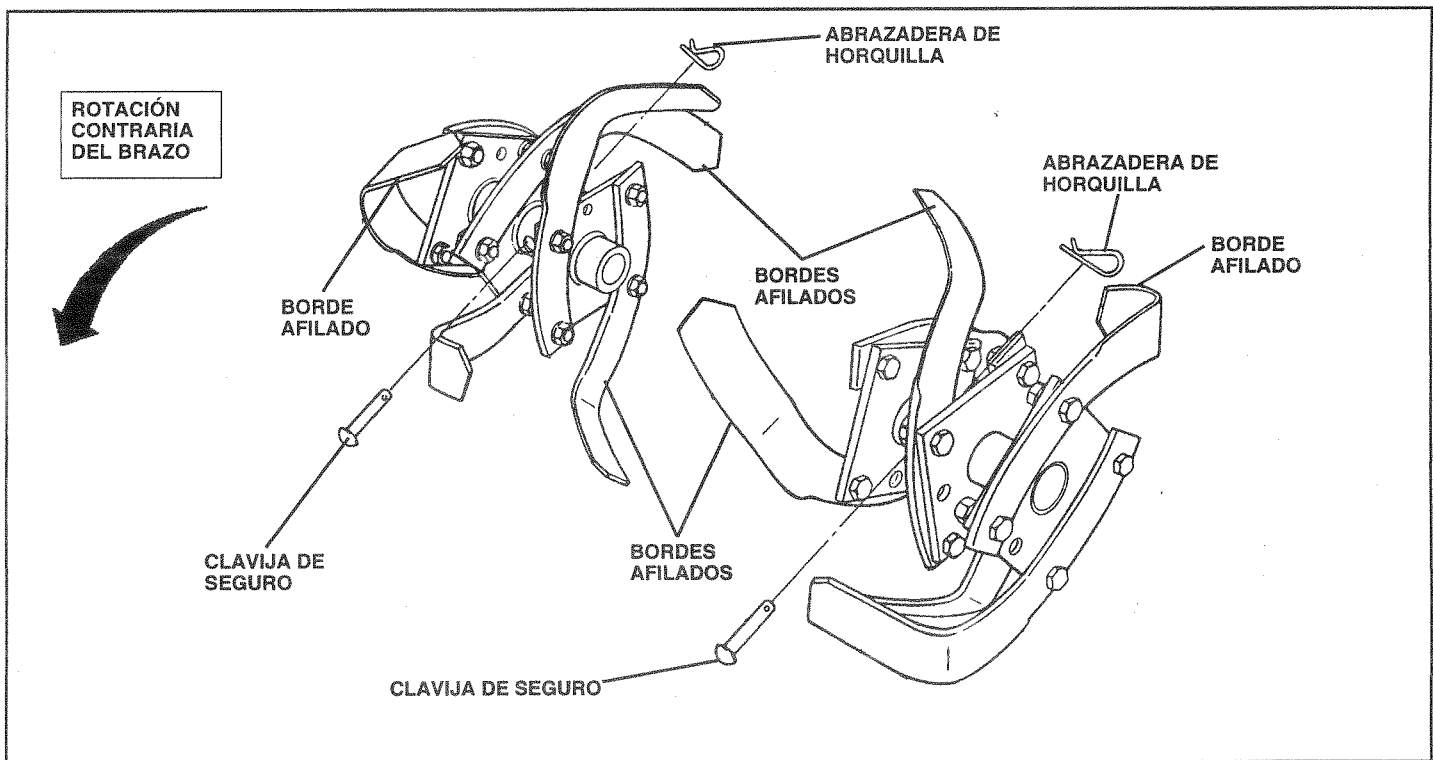

FIG. 26
- Los brazos nuevos tienen que montarse según se muestra en la Fig. 26. Los bordes de los brazos afilados rotarán hacia atrás desde arriba.